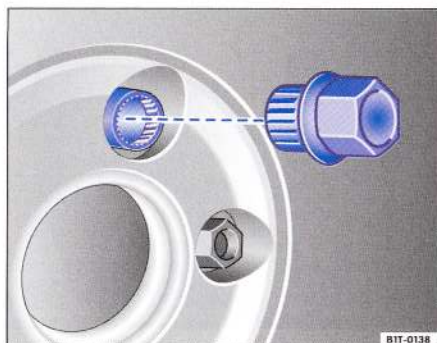

Fig. 37 Înlucirea roții: Prezoane de roată antifurt și adaptor
- Împingeți adaptorul până la capăt, pe prezon ⇒ pagina 94, fig. 37".